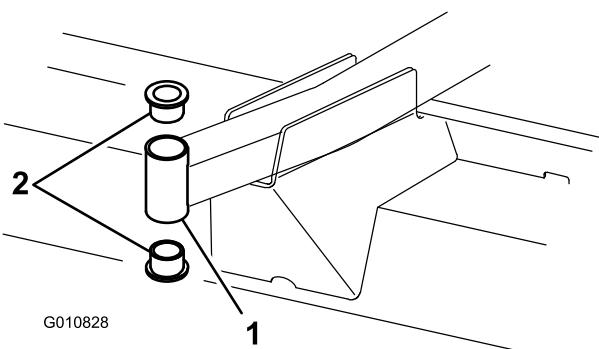

Figura 21
4. Introduza um punção para cavilhas na zona superior ou inferior do tubo de montagem e retire o casquillo para fora do tubo (Figura 21). Retire igualmente o outro casquillo do tubo.